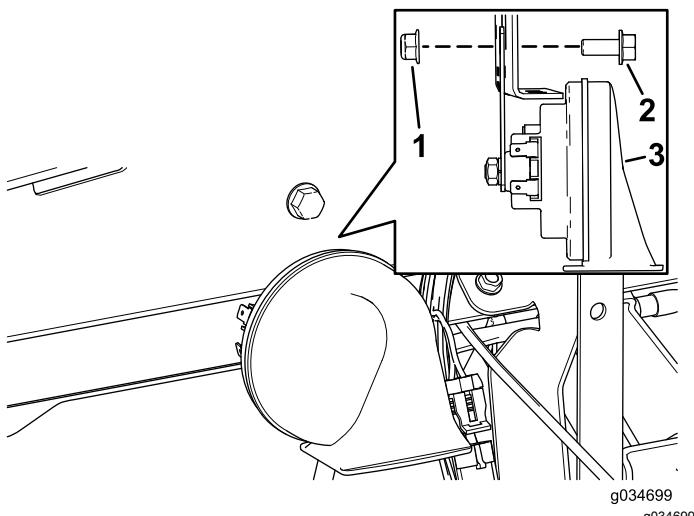

图 3
2. 如图 3 所示用六角头螺丝  $5/16 \times \frac{3}{4}$  英寸和凸缘螺母  $5/16$  英寸将 48V 喇叭总成安装到仪表板支架现有的孔中
**注意** 喇叭总成上的支架和凸缘螺母  $5/16$  英寸位于仪表板支架内侧 图 3。